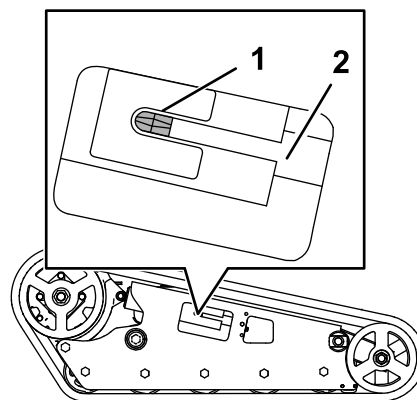

Figure 67
15. Tournez la vis de tension dans le sens antihoraire jusqu'à ce qu'elle arrive en butée (Figure 67).